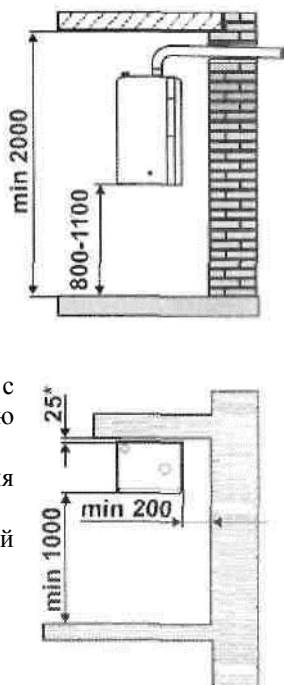

Рис.18.1
2.1. Местом для установки котлов марок WORLD 2000-10/13/16/20/25/30R выбирается несгораемая стена, способная выдержать вес котла, теплообменник которого заполнен водой (Рис. 18.1.). При отсутствии стены из негорючих материалов допускается предусматривать в районе установки котла облицовку стены негорючими материалами.